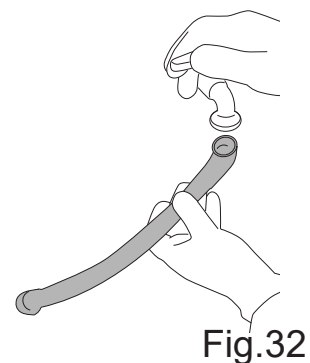

Fig.32
- Tvätta röret genom att låta vatten rinna igenom det (bild 32).